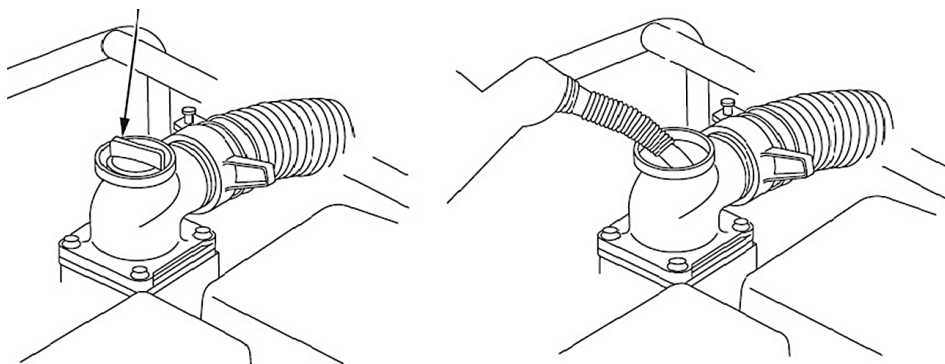

Рисунок 6
- Завернуть пробку (рисунок 6).